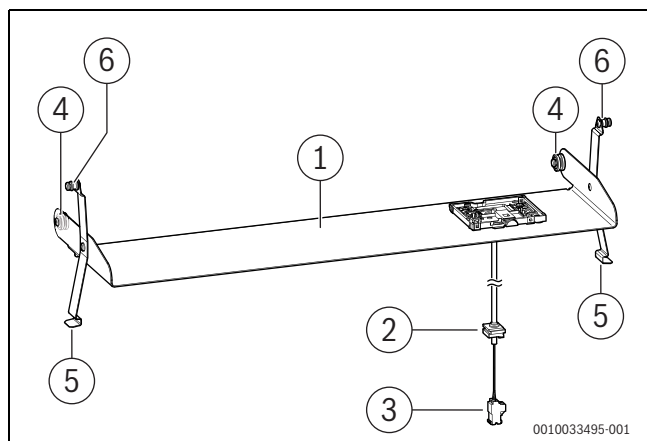

Fig. 94 Accessoire CS 36
Pour installer le module de commande CW 400 dans l'appareil, le montage d'une unité d'insertion (accessoire CS 36) est nécessaire (→ Figure 94, [1]).
- ▶ Accrocher les rouleaux de l'unité d'insertion (→ Figure 94, [4]) dans le panneau latéral de l'habillage du ballon.
- ▶ À l'aide des ressorts métalliques (→ Figure 94, [5]), fixer dans la position horizontale.
- ▶ Accrocher et fixer les bouchons (→ Figure 94, [6]) des deux côtés de l'unité d'insertion dans le panneau avant de l'habillage.